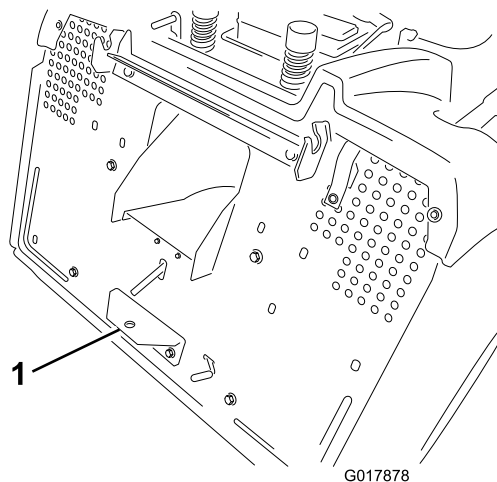

Figura 19
2. Montate l'accessorio sul gancio di traino, situato in basso sul retro della macchina (Figura 19).